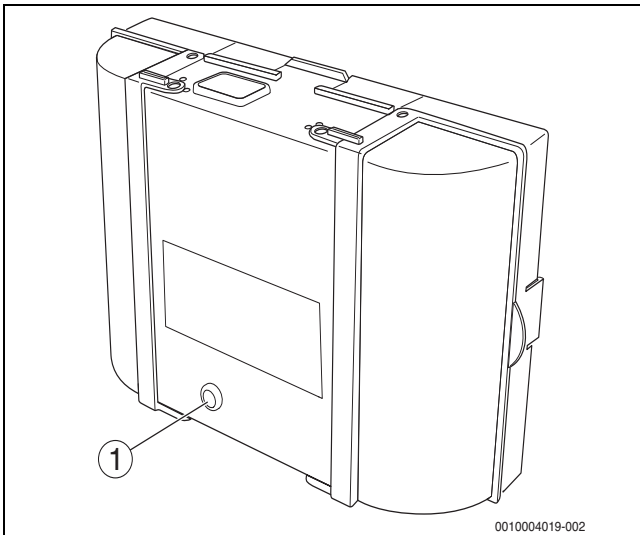

Bild 89 Störungen am Feuerungsautomaten zurücksetzen
- ▶ Taste „Entstören“ am Feuerungsautomaten drücken (→ Bild 89).